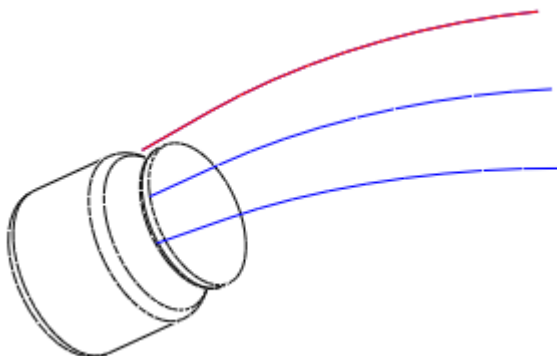

图 40-12
- (1) 选中步骤 4 中平行移动产生的曲线，单击特征工具栏中的 ，打开镜像复制特征操控板。
- (2) 选择 FRONT 基准平面为镜像参照，单击  完成曲线的镜像复制，如图 40-12 所示。